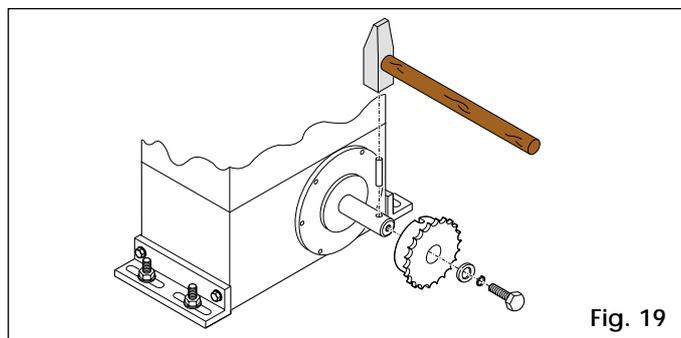

Fig. 19
4.5.1. MOD. 844MC CAT (Fig. 19 et 20)